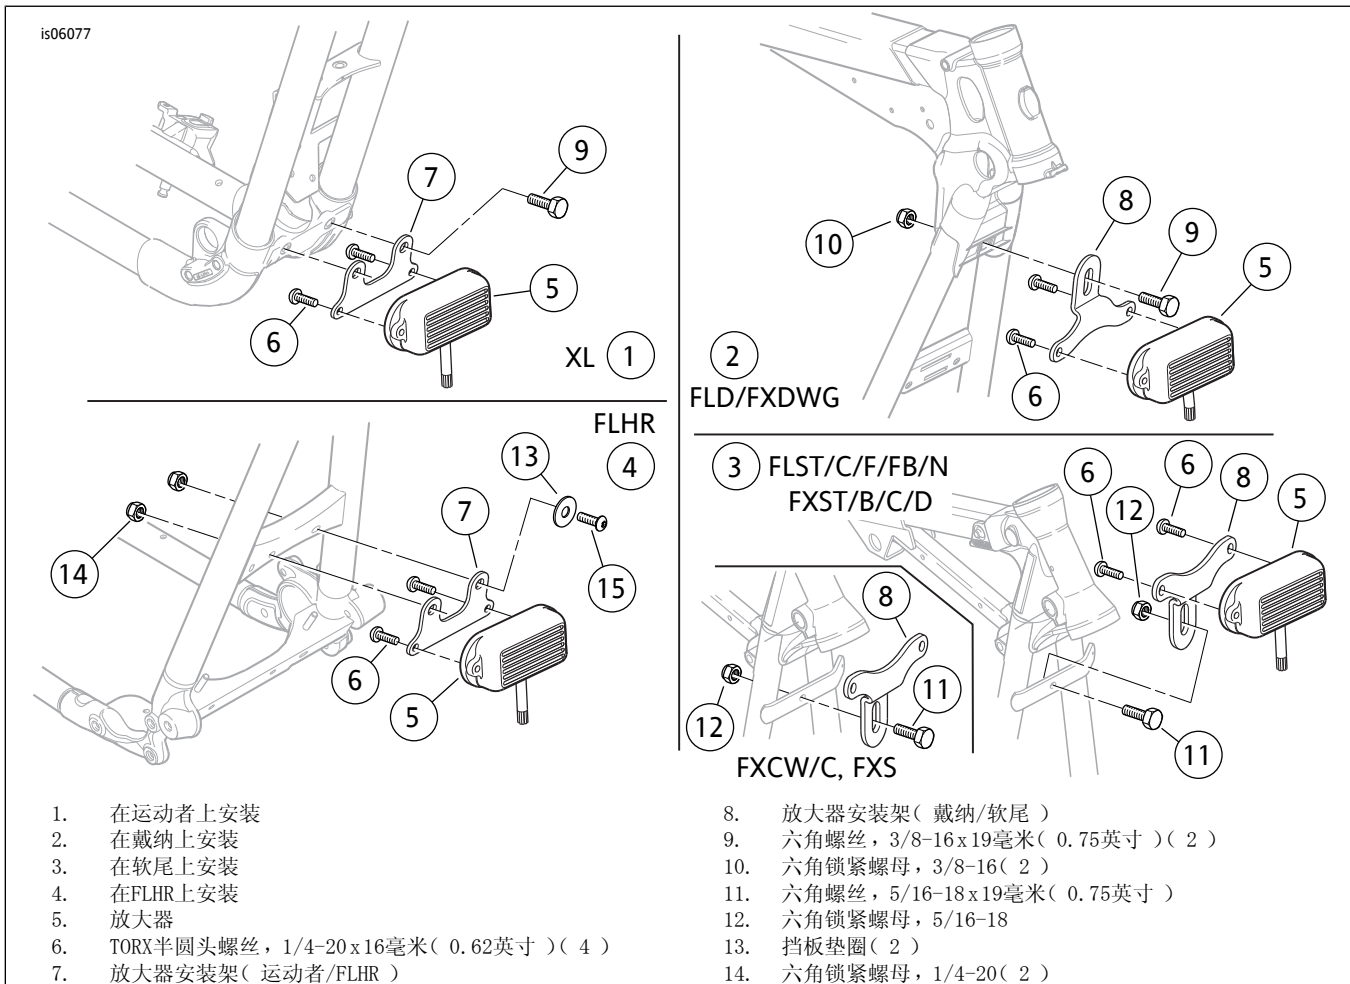

图1。安装放大器和支架
- 参见图1。使用螺丝(6)将放大器(5，线束组件的组成部分)安装至支架并拧紧至7.4 N·m (65 in-lbs)。
- 参见图1。将放大器和支架安装至前下管之间的车架横梁，如图所示。